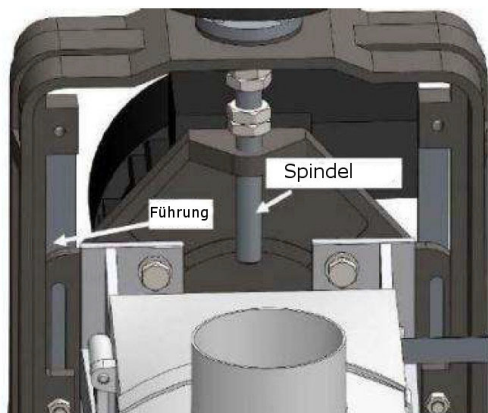

Abb. 27: Schmierung
1. Tauschen Sie ein schadhafte Schleifband sofort aus. Überprüfen Sie in regelmäßigen Abständen die korrekte Einstellung des Vorschubbandes. Schmieren Sie monatlich alle bewegten Teile (Abb.27) wie Gewindespindel, Scheiben und Lagerbüchse einschließlich der Höhenanschlag, Gleitflächen und Buchsen, die mit dem Höheneinstellmechanismus verbunden sind. Verwenden Sie hierfür kein Öl oder Fett, da es dazu neigt, Sägemehl zu binden.